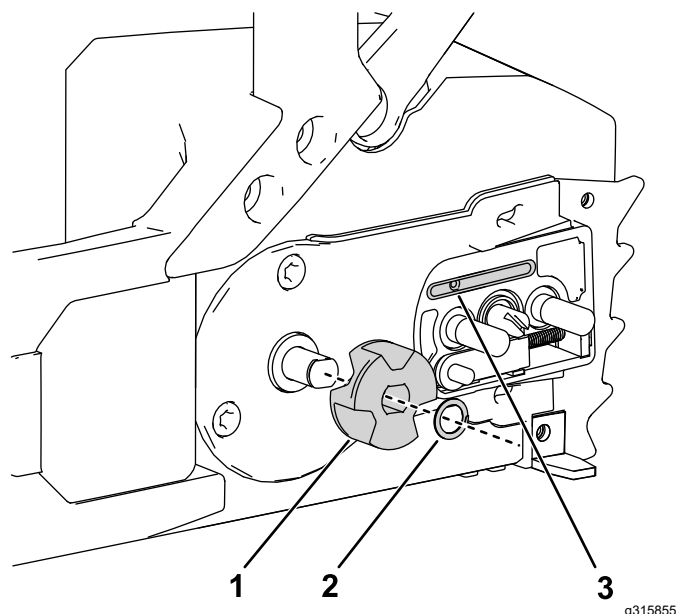

Figure 32
5. Déposez le clip et le pignon d'entraînement de la tronçonneuse (Figure 32).
9. Contrôlez la sortie d'huile (Figure 32) et enlevez les débris éventuellement présents.